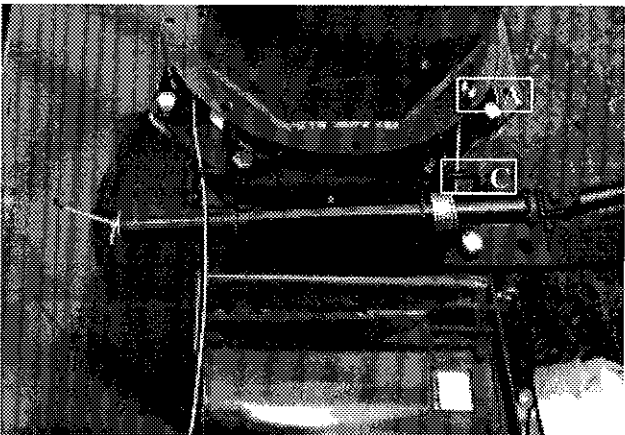

Figure 21
- 4) **Figure 21:** Tourner la manivelle dans le sens des aiguilles d'une montre jusqu'à ce que le serre câble (A) se retrouve près du guide câble (C).